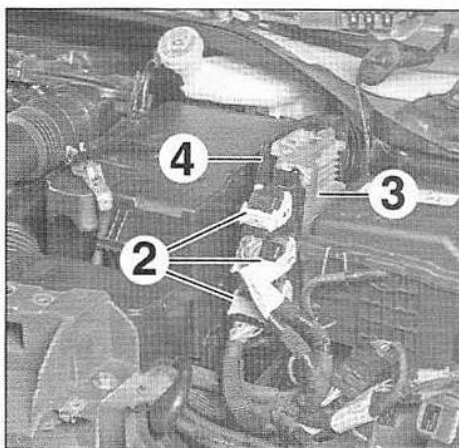

FIG.43
- Débrancher les connecteurs (2) du calculateur (3) (Fig.43).
- Extraire le calculateur (3) muni de son support (4).